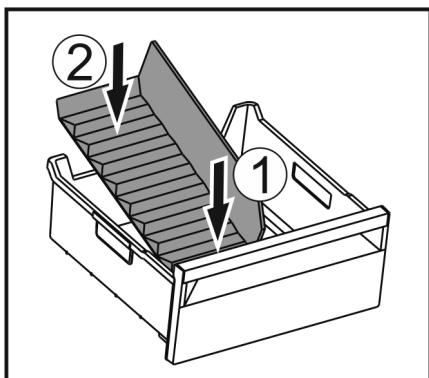

Fig. 71
- Sæt den forreste del af frostrumsadskilleren i. Fig. 71 (1)
- Sæt den bageste del af frostrumsadskilleren ned i skuffebunden. Fig. 71 (2)